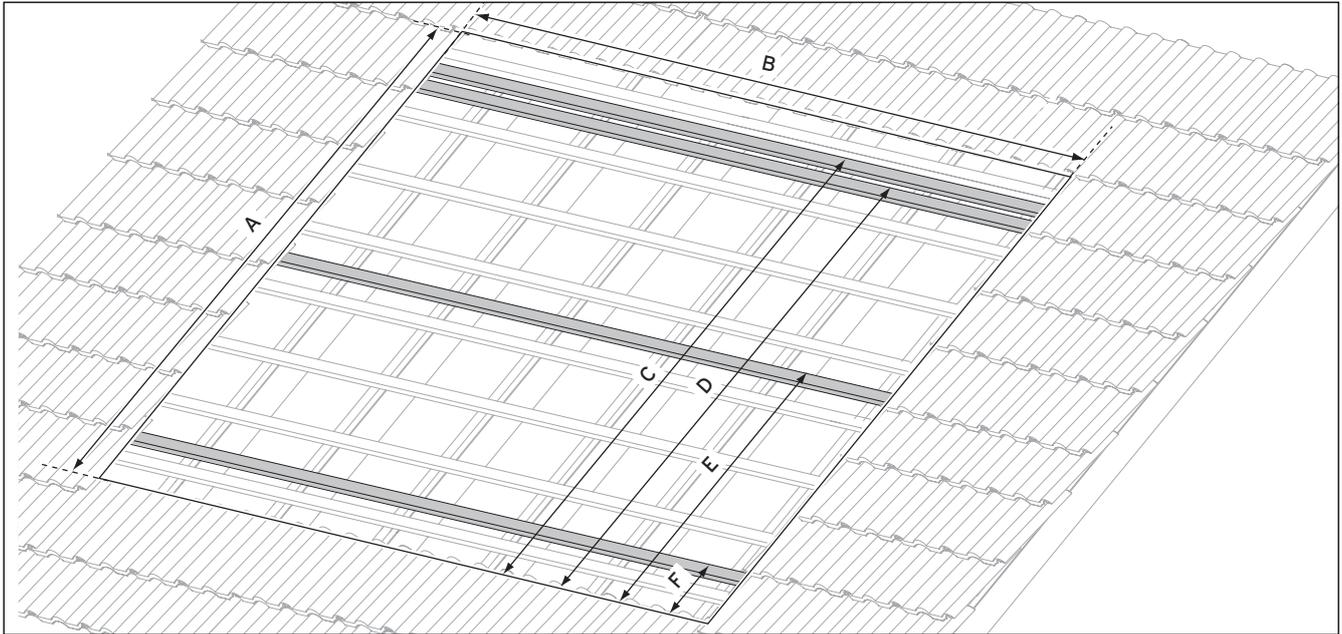

Abb. 4.7 Maße für Einbaufeld und für die Lage der Einbaulatten
- Legen Sie anhand der Maße (s. **Abb. 4.7**) das Einbaufeld auf dem Dach fest.
- Bringen Sie entsprechend **Abb. 4.7** zusätzliche Dachlatten an.